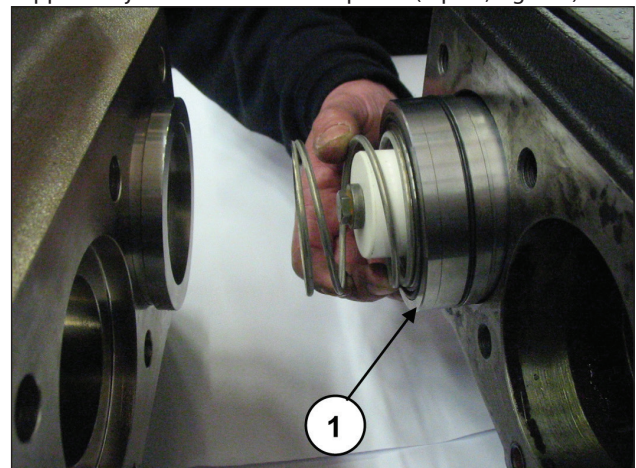

Fig. 159
En tournant l'arbre, déplacez le guide de piston vers l'avant pour que le tampon, en avançant à son tour, puisse expulser le support de joint et l'ensemble du piston (rep. ①, Fig. 159).